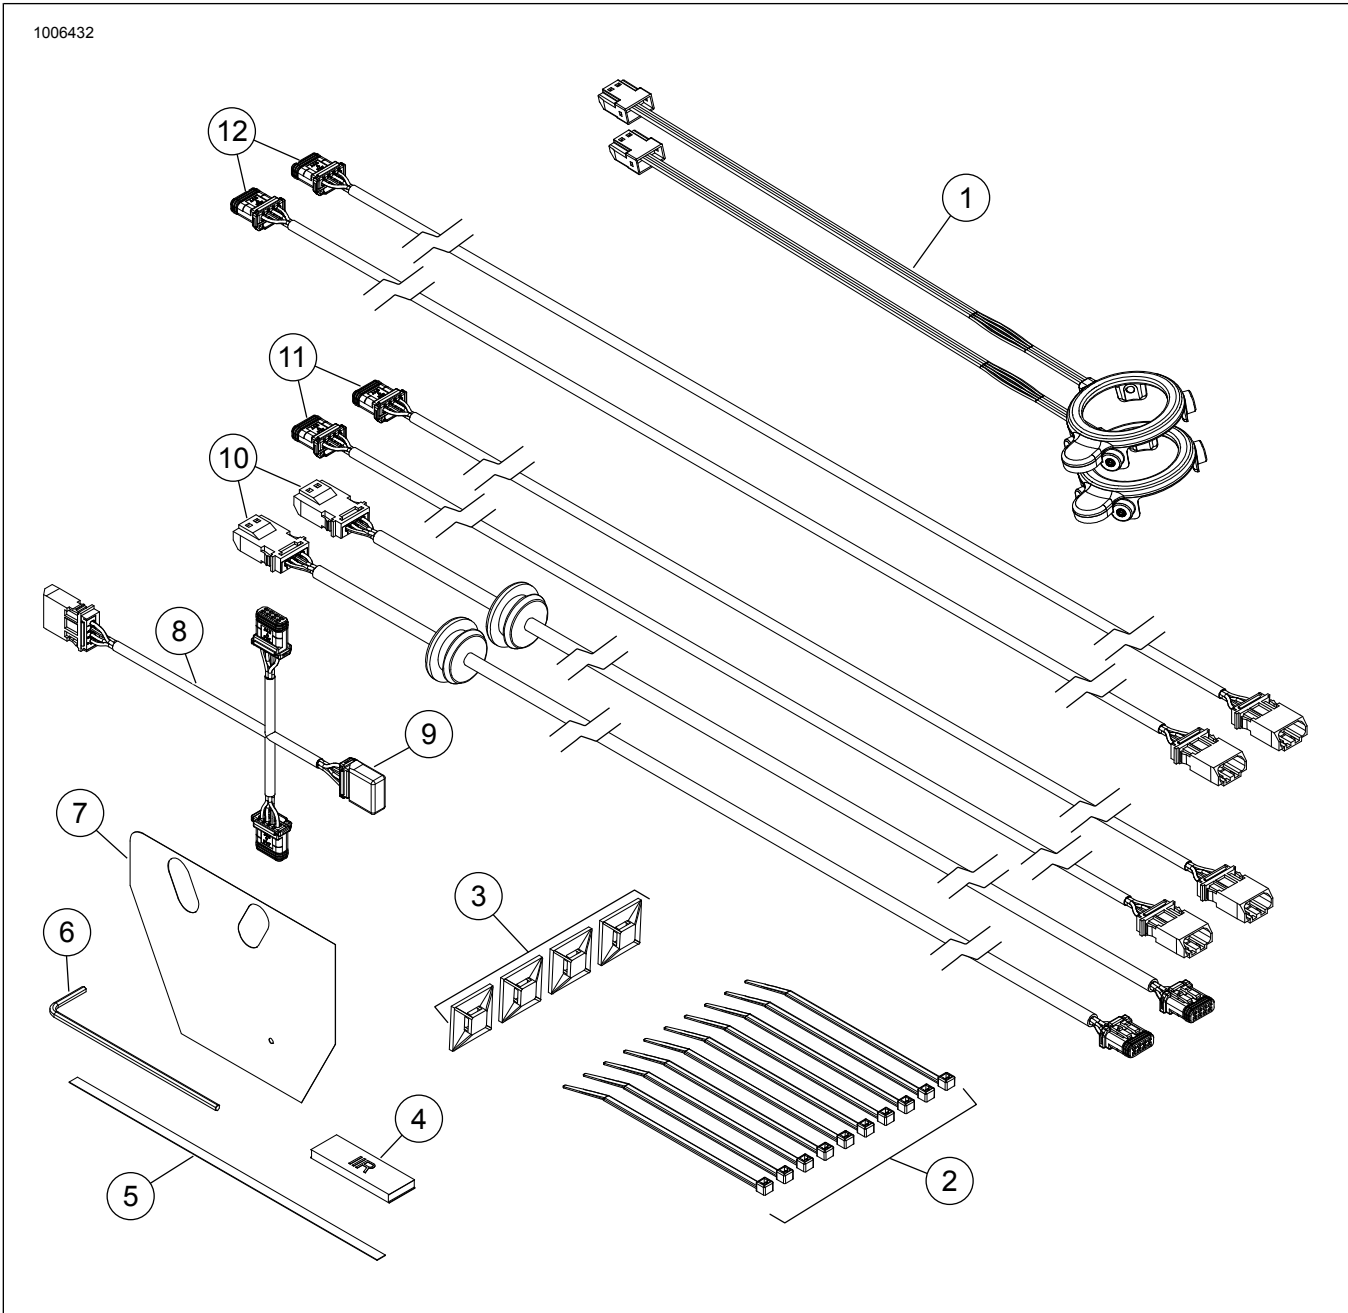

Figura 31. Piezas de servicio, kits de luces LED R/G/B/ del altavoz Stage I
Consulte la Figura 31. y Tabla 1. Conecte y pase el arnés de 48 pulg. (12) desde el controlador LED R/G/B hacia las alforjas. Conecte el arnés de 3 vías (8) a la conexiones del altavoz.
Consulte la Figura 31. y Tabla 1. Deslice la arandela aislante alrededor de 15 cm (6 pulg.) del extremo macho del arnés (10).
Consulte la Figura 31. y Tabla 1. Conecte y pase el arnés de 48 pulg. (12) desde el controlador LED R/G/B hacia los altavoces de la carrocería. Conecte el arnés de 3 vías (8) a la conexiones del altavoz.